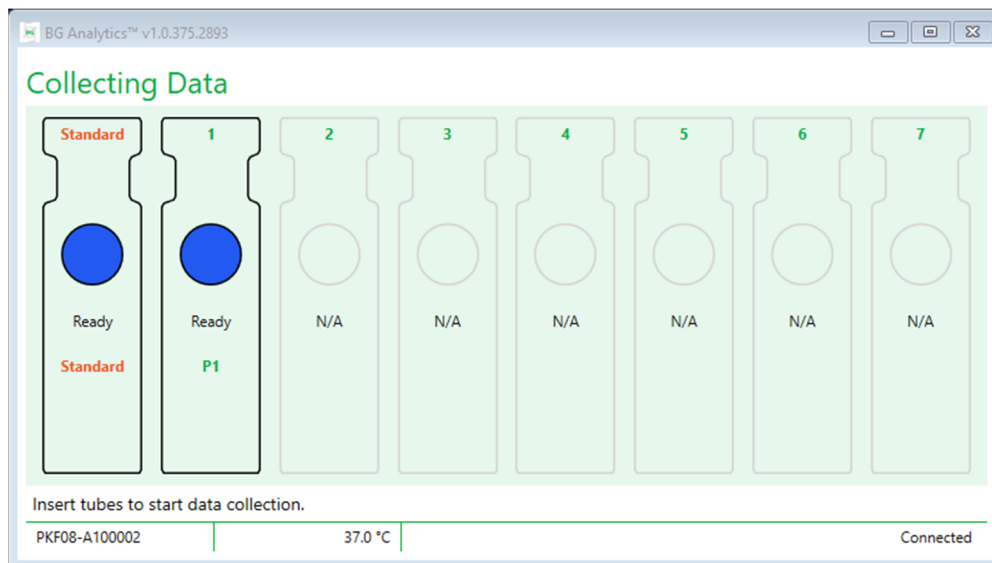

Figura 12. Ecrã de Recolha de Dados, Pronto para a Recolha de Dados do BG Analytics®
1. No ecrã de **Recolha de Dados**, o estado para cada alvéolo com ID de Amostra é "Pronto" (conforme mostrado na Figura 12).